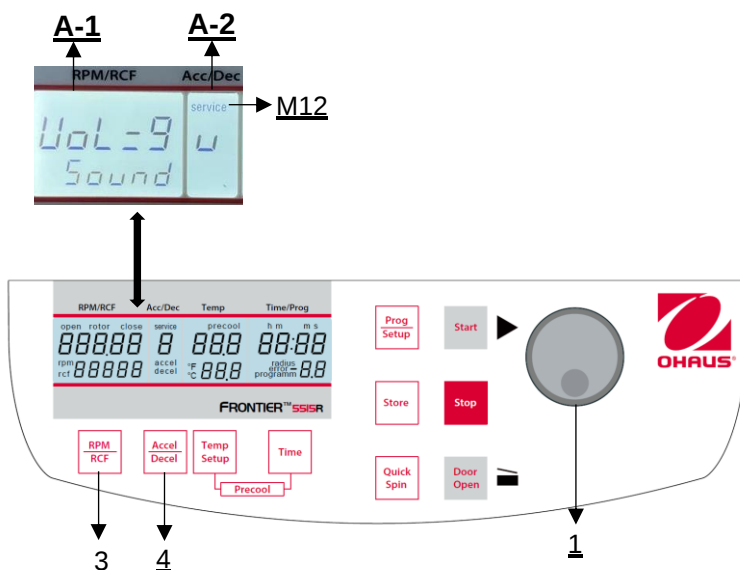

Figura 32
Procedere come descritto al punto 4.1.1 per entrare in questa modalità di programma e poi premere il tasto **"Accel/Decel"** (4). Sul display **"Acc/Dec"** (A-2) lampeggia la parola **"Service"** (M12). Selezionare ora la lettera **"U"** con il bottone di regolazione (1). Sul display **"RPM | RCF"** (A-1) appare la scritta **"Vol=9/Sound"**. Dopo aver premuto il tasto **"RPM | RCF"** (3), è possibile regolare il volume desiderato tra 0 (basso) e 9 (alto) con la manopola di regolazione (1) (vedere Figura 32).